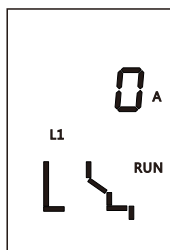

图53 L1相电流显示界面
7.6.6.5.1 缺省状态: 缺省状态即为测量状态, 故障指示灯都灭, 控制器处在无按键操作, 显示最大电流。在缺省状态若按“▲”或“▼”键, 循环显示L1、L2、L3、(LN)、Lg电流值。示例图见图53